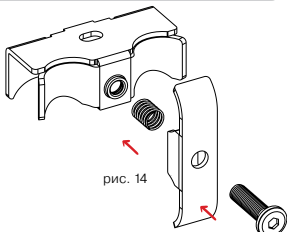

рис. 14
- 1** Соберите основание кронштейна с прижимной скобой с помощью винта M8 и пружины, входящих в комплект. Достаточно наживить винт на несколько оборотов и расположить скобу как показано на рис. 14.